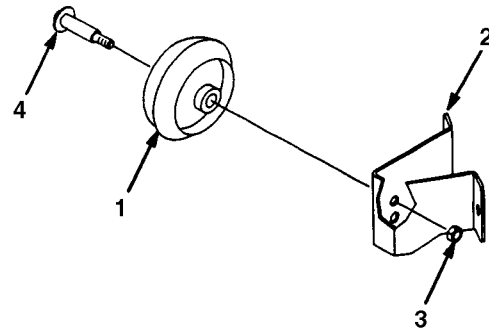

Figure 6
2. Utiliser le trou supérieur pour hauteur de coupe la plus basse et le trou inférieur pour des hauteurs hauteur de coupe plus élevée (Fig. 6).